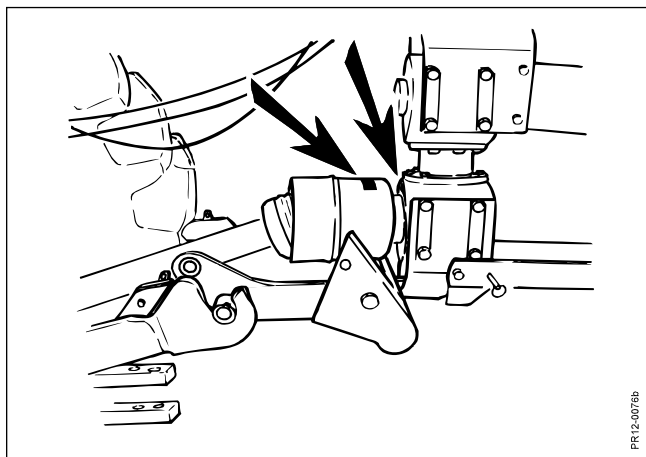

Fig. 2-5
**Fig. 2-5** La machine est conçue pour tourner à 1000/540 tr/min. C'est pourquoi il faut contrôler, avant la mise en marche, que l'arbre de prise de force tourne à 1000/540 tr/min.